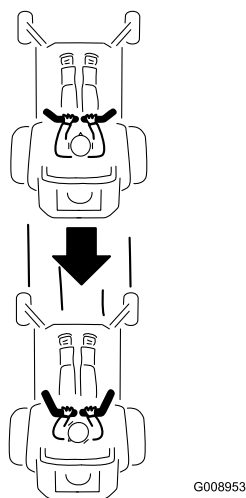

Figura 18
2. Para ir hacia atrás, mire hacia atrás y hacia abajo, y tire hacia atrás lentamente de las palancas de control de movimiento (Figura 18).
Para ir recto, aplique la misma presión a ambas palancas de control de movimiento (Figura 18).